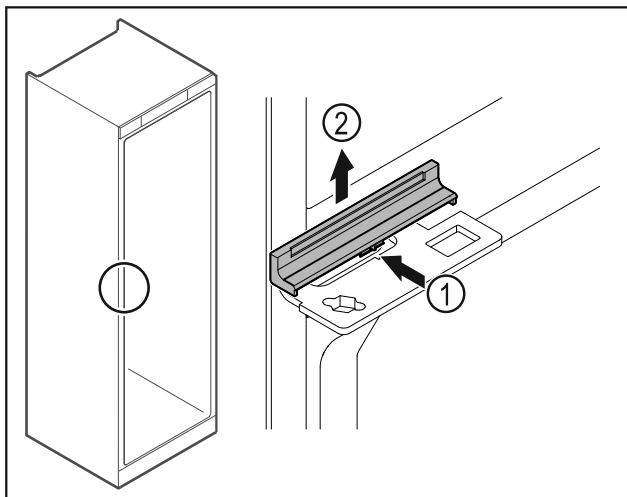

Fig. 43
- Šiek tiek įspauskite dengiamąją plokštelę Fig. 43 (1) viduryje ir nuimkite ją viršų Fig. 43 (2).